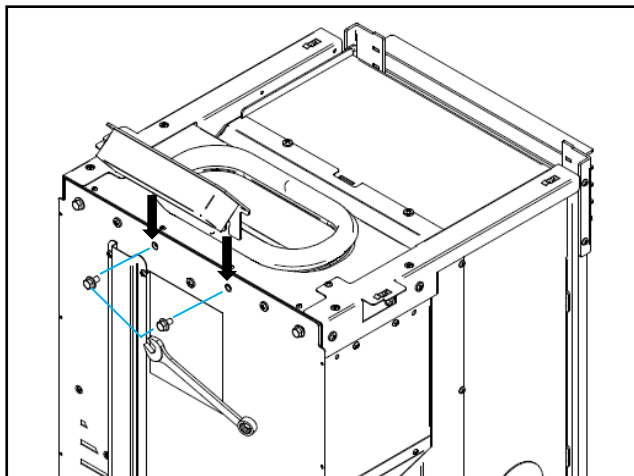

Figura 21 - Colocação display
a) Colocar o display que se encontra dentro da cuba de *pellets* na parte posterior da máquina como demonstra na Figura 21. Para realizar esta tarefa é necessário desapertar ligeiramente os parafusos que se encontram na parte posterior. Ao apertar o display pode ser necessário realizar um ajustamento em termos de altura.